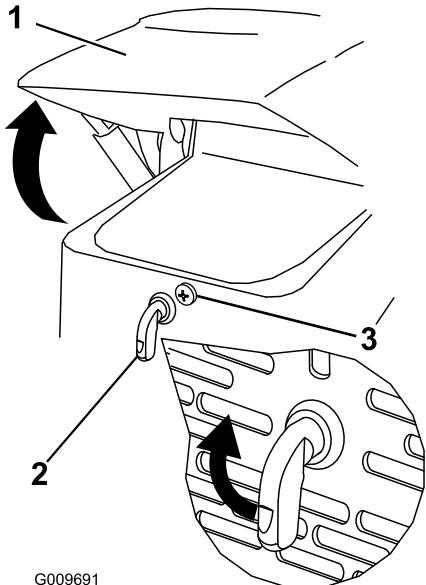

Figure 27
- Desserrez la vis de verrouillage du capot (Figure 27)
- Tournez le verrou du capot dans le sens horaire (Figure 27).
- Soulevez le capot (Figure 27).
- Serrez la vis de verrouillage du capot pour fixer le verrou (Figure 27).